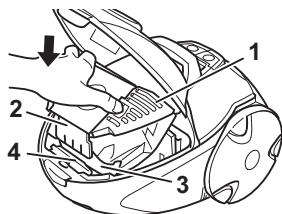

Abb. 20
7. Setzen Sie dann den Staubbeutelhalter (Abb. 20/1) wieder in den Staubraum ein. Schieben Sie dafür die Führung des Staubbeutelhalters (Abb. 20/2) gerade in die dafür vorgesehene Schiene (Abb. 20/3) ein, bis die Verriegelung für den Staubraumdeckel (Abb. 20/4) zurückgeklappt wird.